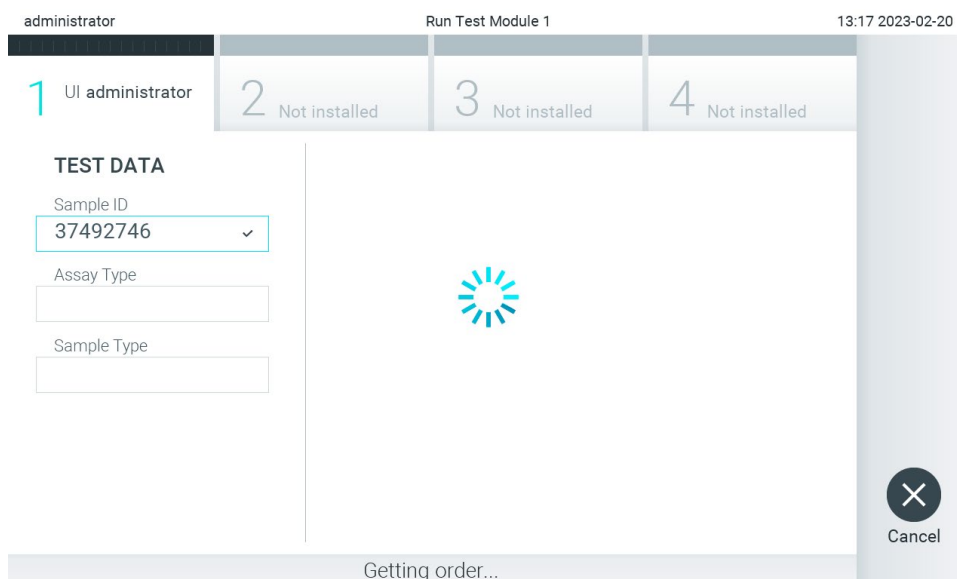

Abbildung 86. Anzeige beim Abrufen der Testanforderung.
3. Die Proben-ID wird an den Host gesendet und der QIAstat-Dx Analyzer 2.0 wartet auf eine Testanforderung. Die Meldung „Getting order...“ (Anforderung abrufen ...) wird angezeigt (Abbildung 86).